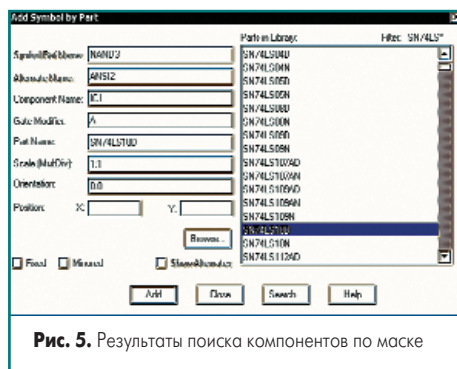

Рис. 5. Результаты поиска компонентов по маске
- В диалоговом окне Add Symbol by Part появится список компонентов библиотеки, удовлетворяющих заданным критериям поиска (рис. 5).